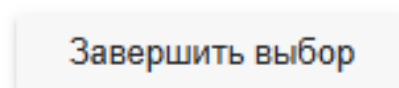

Рисунок 8. Кнопка “Завершить выбор”
- После того как вы сделаете свой выбор по всем характеристикам, нажмите кнопку “Завершить выбор” для запуска процесса подбора платы (рис. 8).